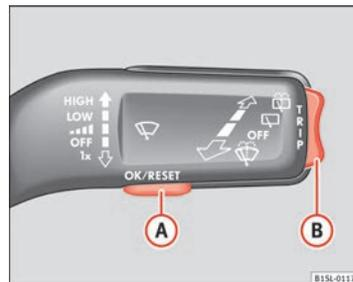

Fig. 11 Leva dei tergilicci-stalli: tasto (A) per confermare i punti dell'indicazione e tasto doppio (B) per cambiare i punti dell'indicazione.
⑥ **Pomello di regolazione dell'ora.**
- Se necessario, cambiare l'ora premendo la parte superiore o inferiore del tasto doppio ⇒ fig. 11 ⑥.
- Se viene visualizzato un messaggio o il pittogramma del veicolo, premere il tasto **OK/RESET** (⇒ fig. 11 **A**).